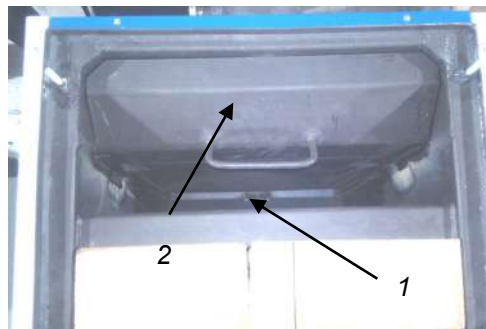

Рис. 18 Чистка котла (вид сверху)
- Удалить шуровкой пепельник котла рис.18, чтобы рыхлые остатки сгоревшего топлива упали на дно камеры.
- выньте заслонку поз.2 рис.18;